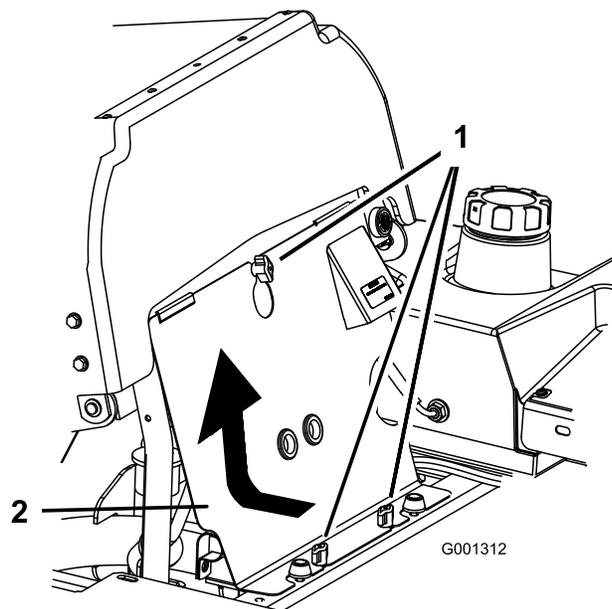

Figure 71
3. Desserrez les boutons du panneau du moteur et déposez le panneau (Figure 71).